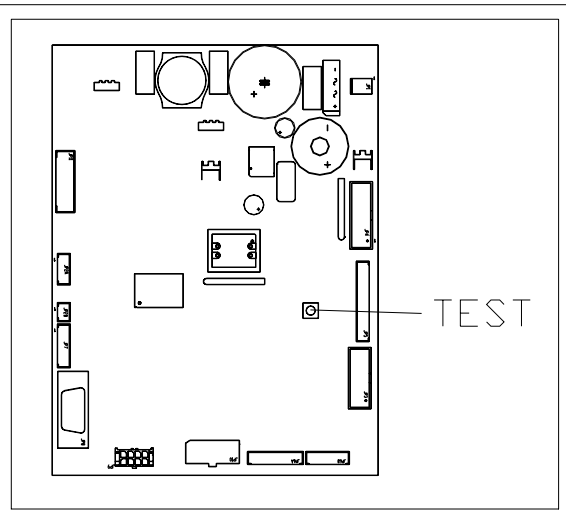

FIG. 7
- b) Premere il pulsante TEST fig.7 sulla scheda di controllo principale situato nello scomparto del box gettoniera. Sul display comparirà il messaggio **"Selezionare il piatto da ricaricare"**.
- d) Dopo aver introdotto il prodotto nuovo, premere il pulsante **OK** (pulsante Shopper) per registrare la presenza del prodotto nello scomparto e impostarne la data di scadenza al termine della quale la vendita del prodotto sarà inibita. Se non è stato inserito alcun prodotto, premere il corrispondente tasto di selezione per passare allo scomparto successivo. La procedura continuerà, finché tutti gli scomparti saranno stati registrati oppure un altro piatto viene scelto per la ricarica. Il distributore passerà automaticamente dal modo ricarica al modo normale dopo aver analizzato tutti i piatti. Per abbandonare in qualsiasi momento il modo di ricarica premere il pulsante TEST fig.7.
- e) Quando si ricarica una selezione **Fifo**, ogni scomparto **deve** essere ricaricato in ordine di successione senza lasciare dei vuoti. Se non si hanno prodotti sufficienti per riempire una selezione Fifo: premere il pulsante **OK** dopo aver caricato l'ultimo prodotto e quindi abbandonare la ricarica (pulsante TEST fig.7) oppure selezionare il piatto successivo da ricaricare.
- 2) Premere il pulsante TEST fig.7 sul pannello di controllo principale dello scomparto del box gettoniera. Sul display comparirà il messaggio "**Selezionare il piatto da ricaricare**".
- 5) Premere il pulsante TEST fig.7 per uscire dalla VENDITA LIBERA